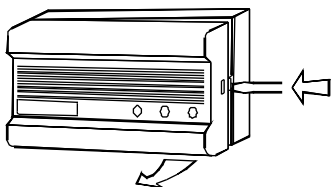

Fig.1
Con l'ausilio di un cacciavite svitare la vite posta sul lato destro dell'apparecchio e sollevare il coperchio. (Fig.1).
*By using a screwdriver unscrew on the right hand side the instrument and uncover it (Fig.1).*